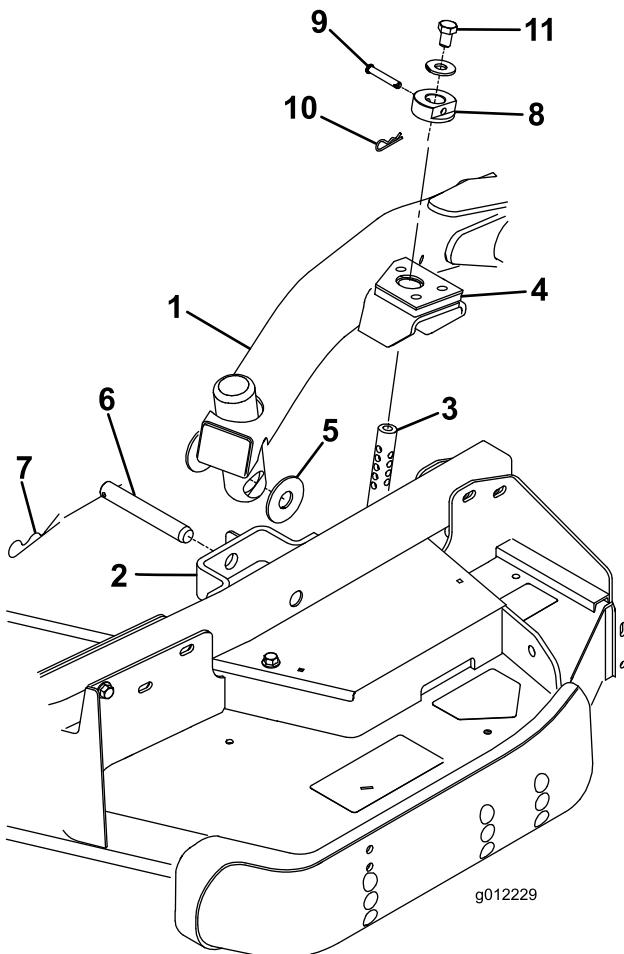

Figura 4
2. Desloque a alavanca de elevação para a posição Suspensa. Empurre um braço de elevação para baixo até que os furos no braço fiquem alinhados com os furos do suporte do braço da roda giratória e a haste de altura de corte possa ser inserida nas pastilhas do braço de elevação (Figura 4).
3. Prenda o braço de elevação ao braço da roda giratória com (2) anilhas de encosto, um passador de forquilha e um pino de gancho. Posicione as anilhas de encosto entre o braço de elevação e o suporte do braço da roda giratória (Figura 4). Insira a extremidade do ganho na ranhura da patilha do braço da roda giratória para fixar o contrapino.
pernos do ganho (Figura 4). A cabeça do passador de forquilha deve ser posicionada virada para a frente da plataforma.
8. Instale um parafuso de 1/2 x 3/4 pol. e uma anilha na parte superior de cada barra da altura de corte (Figura 4).